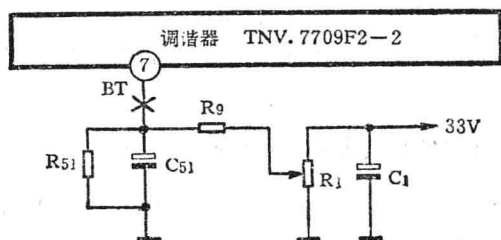
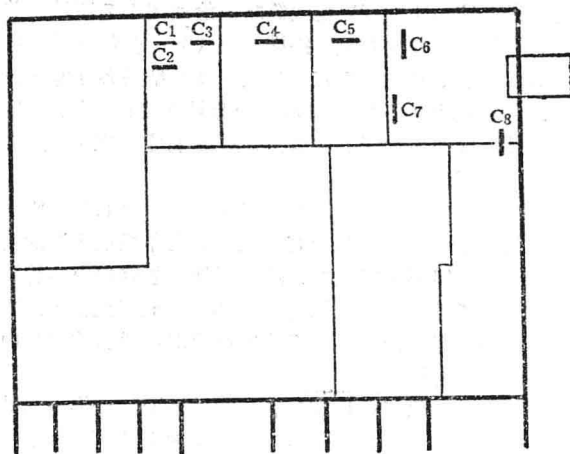

图 1-5
图 1-6
首先确定故障是在外围供电电路还是在高频头内。(1) 断开高频头⑦脚与 BT 的连线，测量 BT 连线供给高频头调谐电压，(见图 1-5) 若电压不稳定，则故障出在外围电路。当电压很稳定，则故障出在高频头内部。(2) 在高频头 7 脚与 BT 连接线处串入  $50\mu\text{A}$  电表收看，图象正常而又稳定时：2 频道应为  $-3.3\mu\text{A}$ ；4 频道为  $+5.5\mu\text{A}$ ；8 频道为  $+4\mu\text{A}$ ；12 频道为  $+12.5\mu\text{A}$ ；U 段最高端为  $+20\mu\text{A}$ （用 30 型万用表测量，有无信号无关）。若电流超出 10%，而又不稳定，则证明频漂是由于高频头内的瓷片电容器 C1 至 C8 个别漏电引起（高频头内部结构位置 1:1，见图 1-6）。取下高频头，撬开面盖，仔细观察瓷片电容器三条棱边（常在上棱边）有黑点或变黑的线状黑斑分布在电容器两焊接片上，造成高频漏电，产生频漂（常出现漏电的电容器有 C2、C4、C5、C8）。用铬铁焊下漏电容容器，用零号水砂纸擦去黑色氧化物，再用酒精洗净（洗净后不能用手去摸瓷片电容器，以防手汗污染，再次变黑漏电），然后用酒精松香水在瓷片电容器上刷一层作封闭处理，在台灯上烘干，上机试看。如电流表有时还有轻微摆动，同时图象伴音不正常，证明还有瓷片电容器漏电，再细心检查，直到彻底根除。